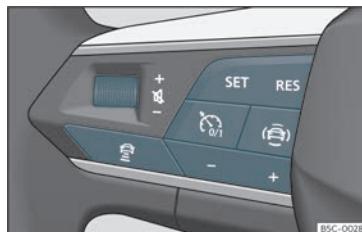

Fig. 151 Al volant multifunció: botons per fer servir l'ACC
El vostre vehicle disposa d'ACC si disposa de menú de configuració en el sistema d'Infotainment>>> pàg. 91, i si disposa dels botons propis de la funció ACC al volant multifunció >>> fig. 151.
- Per començar la regulació, premeu el botó **SET** >>> **fig. 151**.
Per programar la velocitat, premeu els botons **+** o **-** >>> **fig. 151** fins a la velocitat desitjada. L'ajust de la velocitat es realitza en intervals de 10 km/h (5 mph).
- Premeu el botó  i, a continuació, el botó **+** o **-** >>> **fig. 151**.